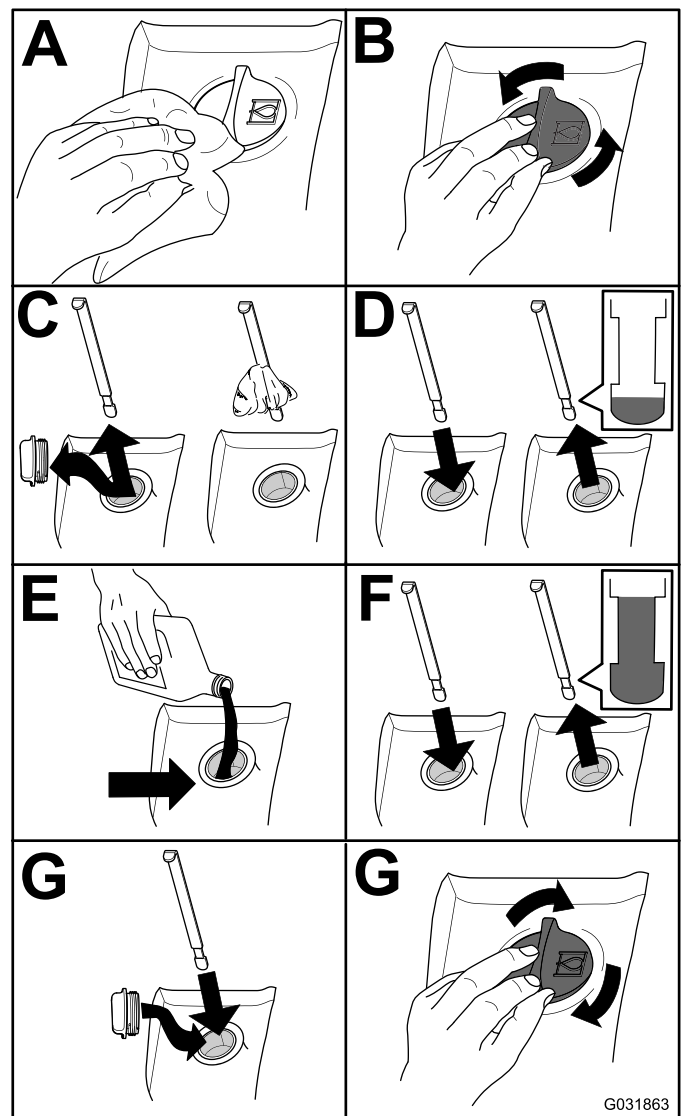

Figure 117
2. Contrôlez le niveau du liquide hydraulique (Figure 117).